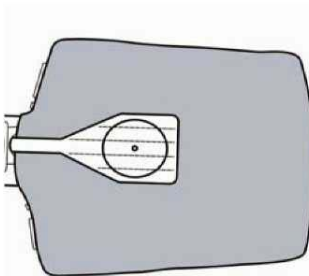

Figure 8
8. Les voies respiratoires sont ensuite placées par-dessus la plaque de compression (la pièce en plastique dur située au-dessus de la mousse du torse) en s'assurant que l'ovale imprimé sur les voies respiratoires soit bien disposé sur la plaque de compression (Figure 8).